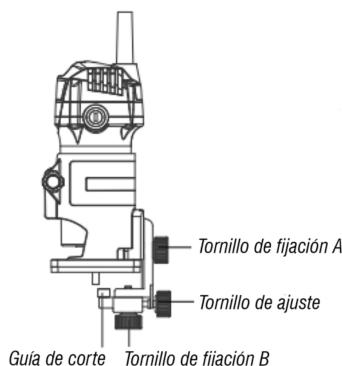

Fig. 10 – Regulando la guía
1. Para regular la altura de la guía, suelte el perno de fijación A, conforme Fig. 10. Ajuste la altura y apriete nuevamente;
2. Para regular el ancho, suelte el perno de fijación B y regule el ancho a través del perno de reglaje, conforme Fig. 10. Despues de ajustar el ancho deseado, apriete nuevamente el perno de fijación B.